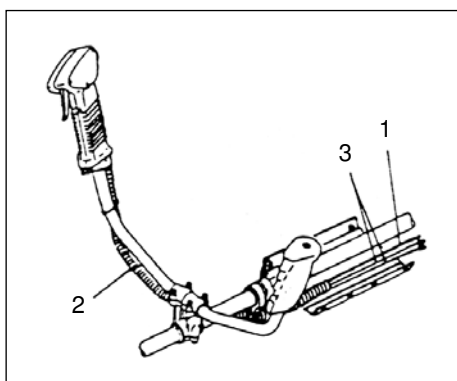

Fig.1-3B
Før stopsnorene (3) og kablet til gashåndtaget (1) gennem beskyttelsesrøret (2), og hængt derefter hoftepuden af (fig. 1-3B).